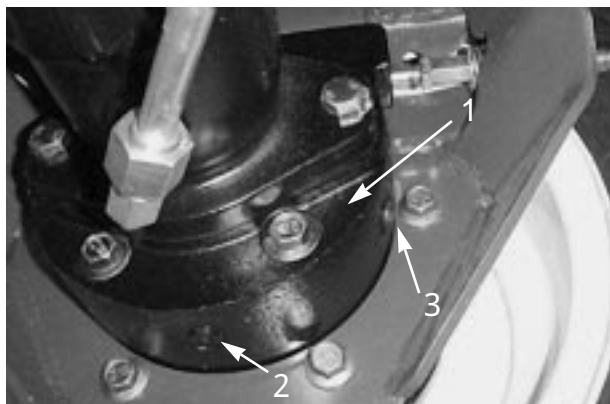

図 52
3. ホイールの反対側のブレーキ・ハウジング (図 52) の下にも容器を置く。